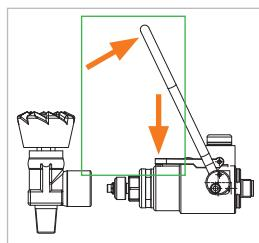

Figure 4
- ▶ Maintenez le dispositif de verrouillage (nº 8) appuyé en position inférieure et relevez ensuite l'actionnement (nº 1) vers le haut (*Figure 4*). Les mâchoires de serrage coïncident.